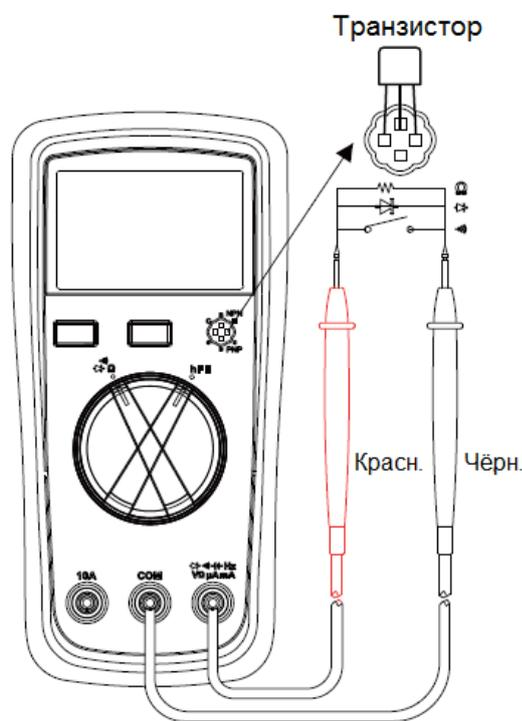

Рисунок 3
2. Измерение сопротивления (см. рисунок 3)
3. Прозвонка цепей (см. рисунок 3)
4. Тестирование диодов (см. рисунок 3)
5. Тестирование транзистора (см. рисунок 3)